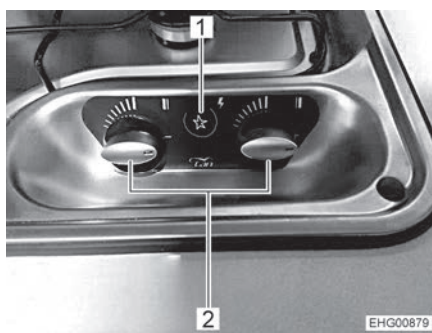

Fig. 180 Elementi di comando del fornello a gas
- Ruotare il pomello girevole (Fig. 180,2) dell'impianto a fiamma libera considerato in posizione accesa (fiamma alta).
- Premere l'interruttore a pressione (Fig. 180,1). Sul bruciatore vengono prodotte scintille.